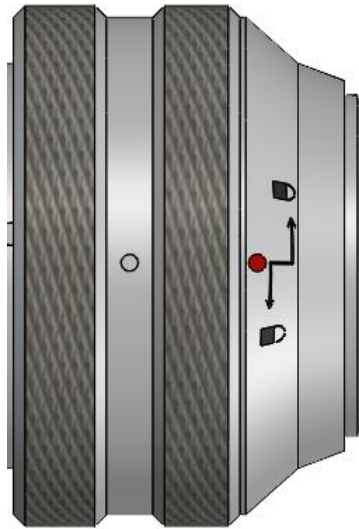

图1.8
- ③ 将QBH连接器拧至打开状态：逆时针方向旋至极限位置（可以感觉到“噔”的一声），注意转到位即可，不要大力拧动，否则可能会损坏QBH内部结构，如图1.8所示：